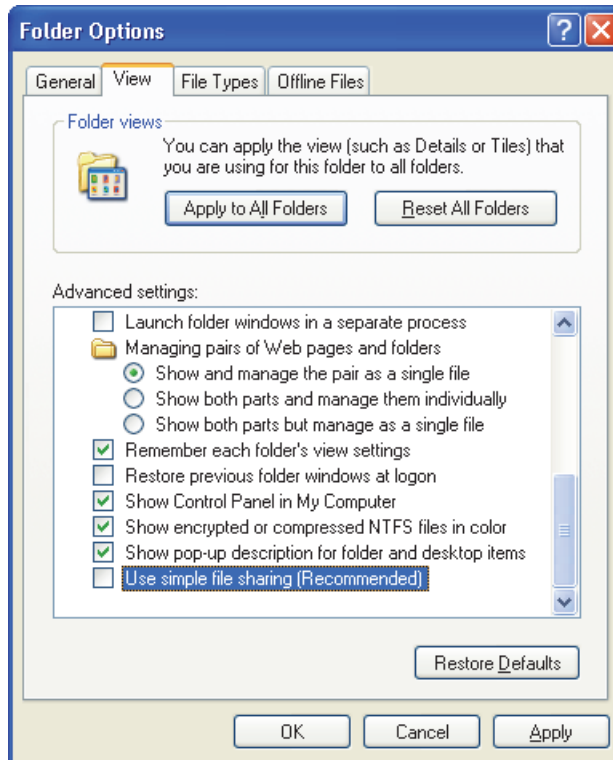

Figura 7-14 La finestra di dialogo Opzioni cartella con Windows XP
- c) Nella finestra di dialogo **Opzioni cartella** (Folder Options), cliccare sulla scheda **Visualizzazione** (View) [vedere Figura 7-14 a pagina 230].